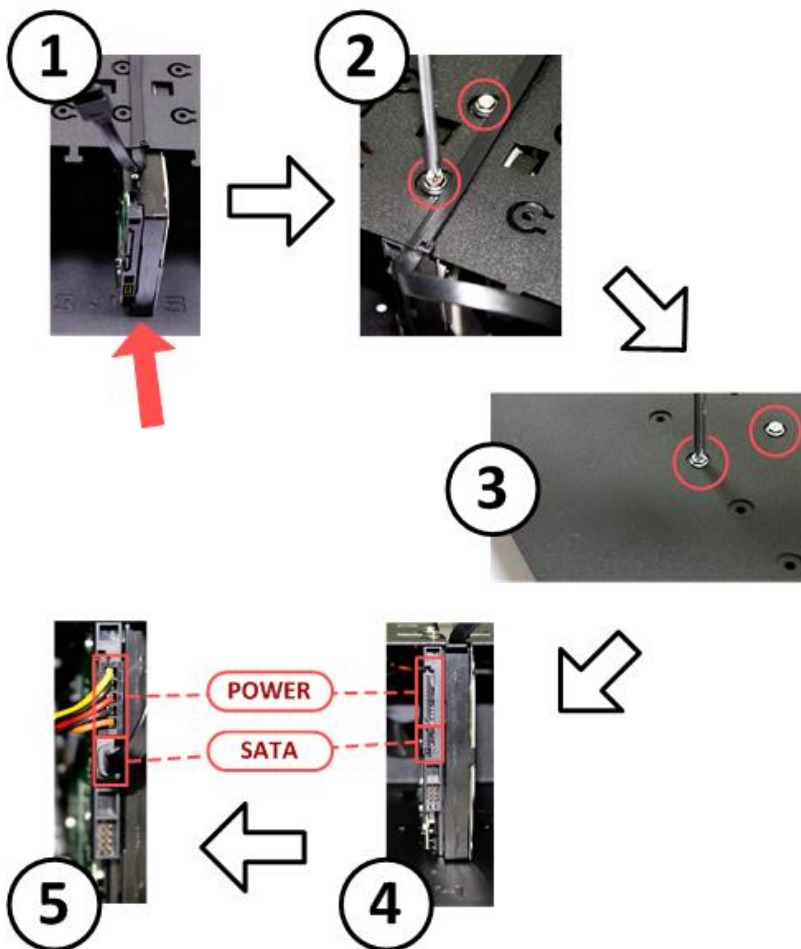

Рисунок 5. Установка и подключение жесткого диска
1. Вставьте жесткий диск в слот, располагая диск разъемами вперед, верхней частью вправо — как показано на рис. 5.